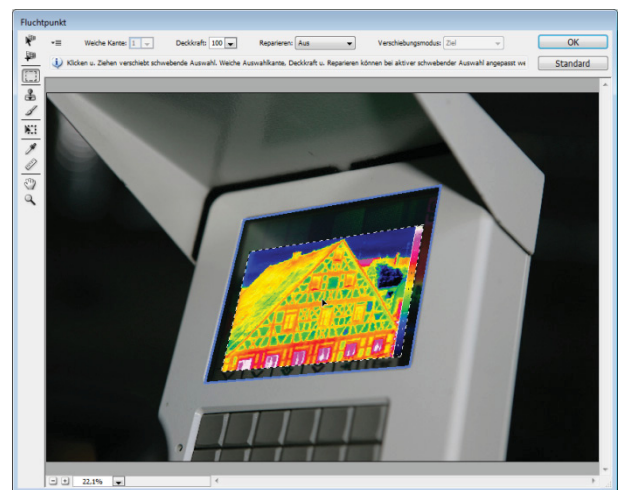

Abb. 11-87: Perspektivische Anpassung des eingefügten Bildes
- Mit gedrückter liMt wird Bild 2 auf das Gitter gezogen ►► Das Bild paßt sich automatisch an die Perspektive des Gitters an (Abb. 11-87), ist aber i.d.R. größer oder kleiner als der vorgegebene Rahmen.